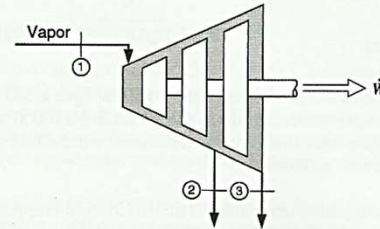

FIGURA P6.45
6.45 Uma turbina a vapor recebe água a 15 MPa e 600°C , e a uma taxa de 100 kg/s, conforme mostrado na Fig. P6.45. Na extração do meio, 20 kg/s são retirados a 2 MPa e 350°C , e o